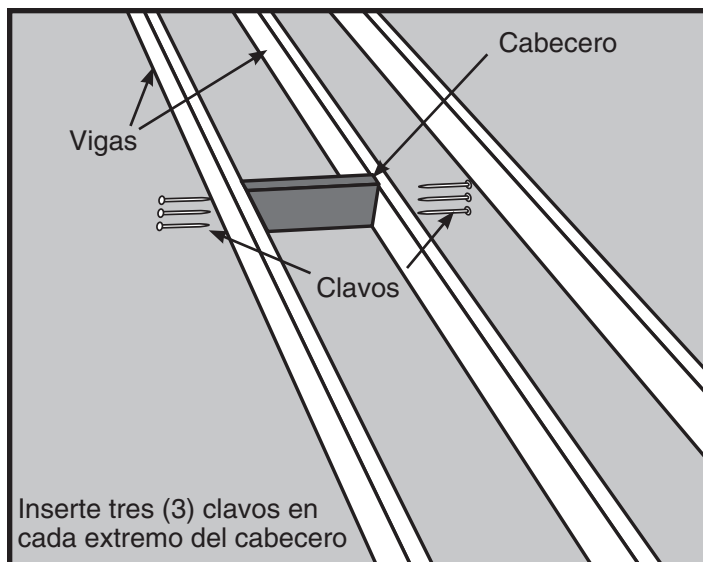

Figura 12
**PASO 3.** Coloque uno de estos cabeceros en un extremo de la ubicación elegida (vea la Figura 12). El cabecero debe ajustar perfectamente entre las vigas. Martillelo hasta su posición si fuera necesario; si a su longitud le sobra más de 1.6 mm (1/16"), recórtelo. Si a su longitud le falta más de 1.6 mm (1/16"), corte otro trozo.
**PASO 4.** Ponga el cabecero a escuadra respecto a una viga e inserte tres (3) clavos 16d en el cabecero, a través de la viga. Verifique la escuadra e inserte tres (3) clavos 16d en el cabecero, a través de la otra viga (vea la Figura 12). **Es muy importante que la tabla utilizada como cabecero esté verticalmente a plomo y horizontalmente a escuadra con las vigas laterales.**